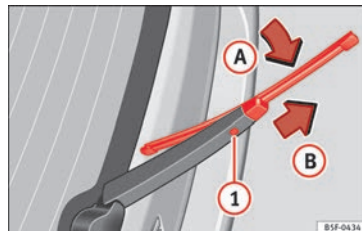

Abb. 201 Scheibenwischerblatt der Heckscheibe austauschen.
- Wischerblatt leicht drehen » Abb. 201 (Pfeil A).
- Entriegelungstaste ❶ gedrückt halten und das Scheibenwischerblatt gleichzeitig in Pfeilrichtung B abziehen.
- Neues Heckscheibenwischerblatt **gleicher Länge und Ausführung** auf den Scheibenwischerarm entgegen der Pfeilrichtung B schieben, bis der Mechanismus ❶ einrastet.